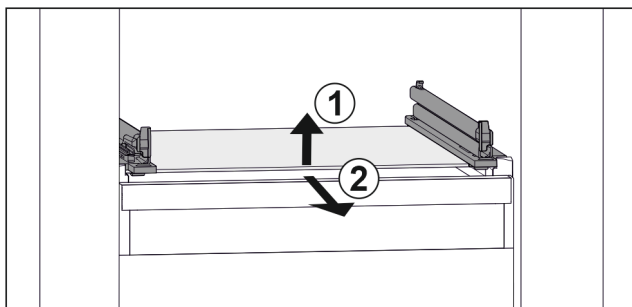

Fig. 94 Příklad znázornění skleněné desky
- ▶ Nadzvedněte skleněnou desku vpředu. Fig. 94 (1)
- ▶ Vyjměte skleněnou desku dopředu. Fig. 94 (2)